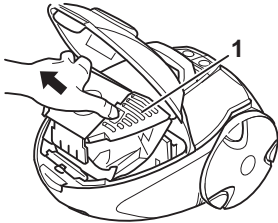

Abb. 17
3. Ziehen Sie den Staubbeutelhalter samt Staubfilterbeutel (Abb. 17/1) wie abgebildet gerade nach oben heraus.